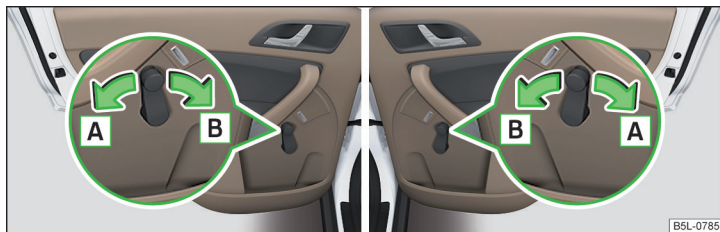

Fig. 37 Operación de las ventanillas: a izquierda/derecha
- Para **abrir**, girar la manivela en el sentido de la flecha **A** » fig. 37.